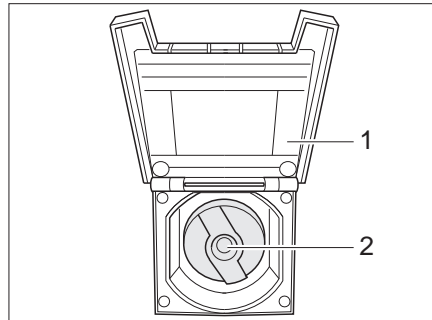

Bild 237 Verschlussdeckel für Trinkwasser-Einfüllstutzen
- Abdeckklappe (Bild 237,1) zum Trinkwasser-Einfüllstutzen öffnen.
- Schlüssel in Schließzylinder (Bild 237,2) stecken und eine viertel Umdrehung entgegen dem Uhrzeigersinn drehen.
- Trinkwasser-Einfüllstutzen (Bild 237) öffnen.